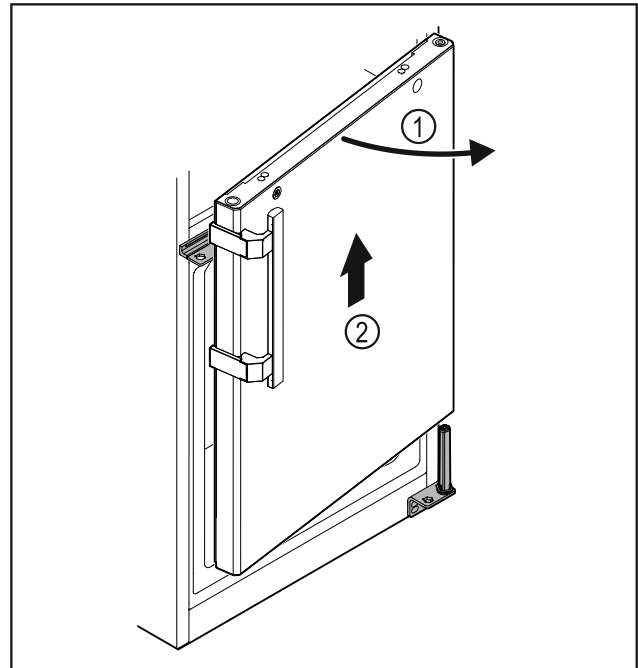

Fig. 33
- Ανοίξτε λίγο την πόρτα Fig. 33 (1), σηκώστε τη περίπου 200 mm ευθεία προς τα επάνω και αφαιρέστε τη Fig. 33 (2).